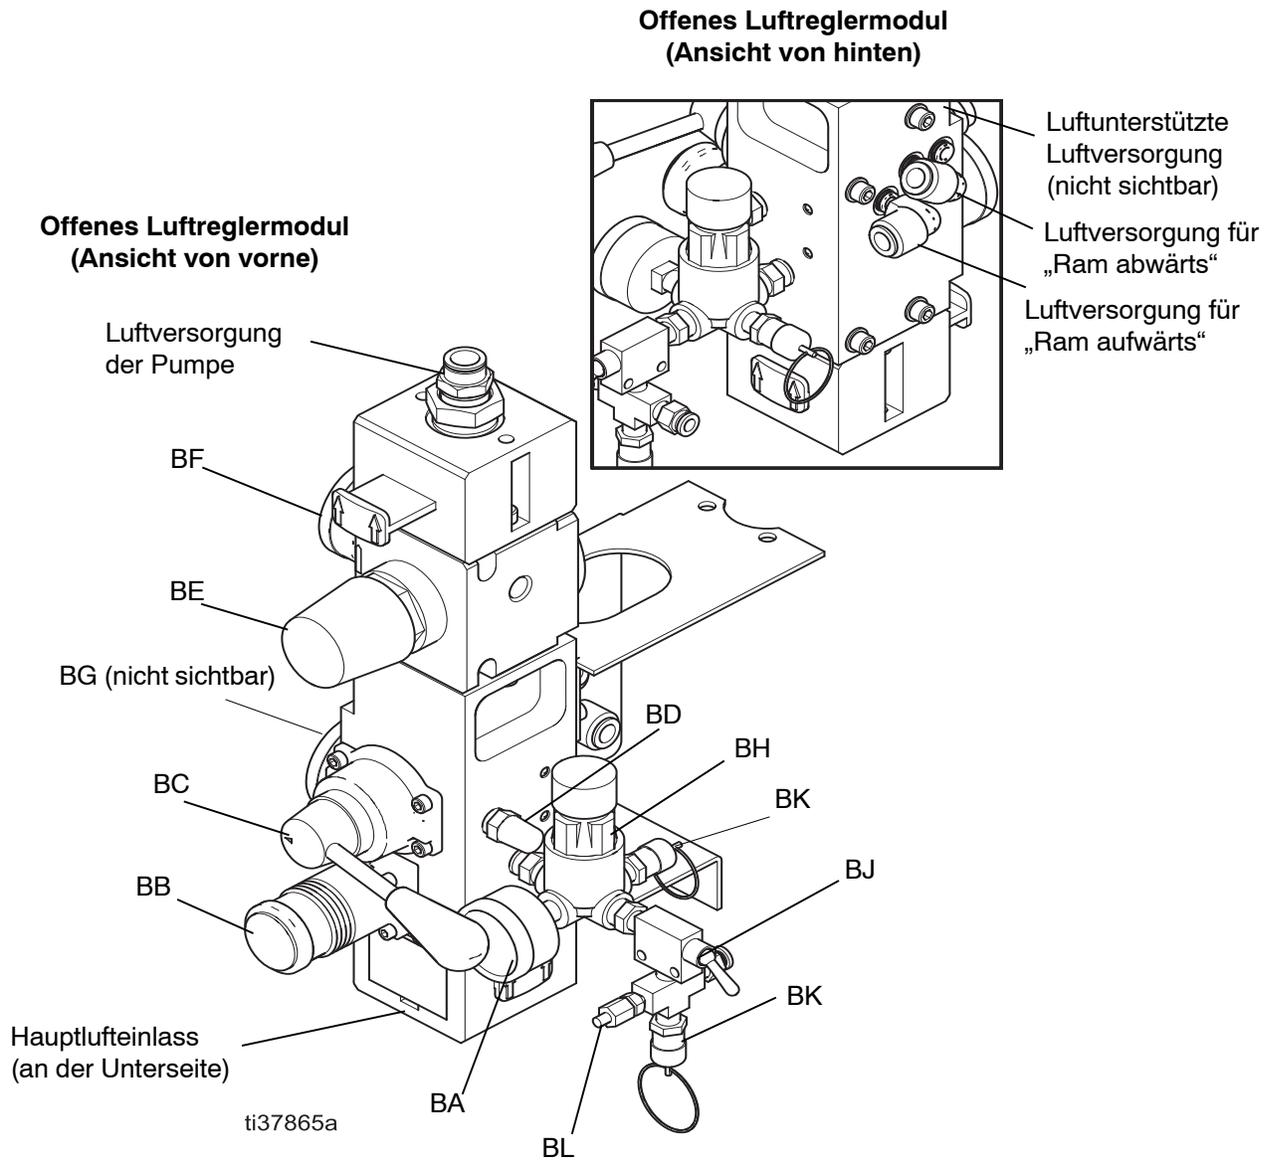

ABB. 2: Offenes Luftreglermodul (Ansicht von hinten)
- H Offener Luftregler (siehe ABB. 2)
Siehe ABB. 2. Lufteinlassgröße beträgt 3/4 NPT(f) am integrierten Luftregler. Zum integrierten Luftregler gehören:
- **Hauptluftventil (BA):** Zum Ein- und Ausschalten der Luftversorgung des Systems. Wenn das Ventil geschlossen ist, lässt es den Druck in Strömungsrichtung ab.
- **Ram-Luftregler (BB):** Steuert Ram-Überdruck und -Unterdruck.
- **Ram-Richtungsschalter/-ventil (BC):** Steuert die Ram-Richtung.
- **Abgasöffnung mit Schalldämpfer (BD)**
- **Luftmotorregler (BE):** regelt Luftdruck zum Motor.
- **Luftmotorschalter/-schieberventil (BF):** Zum Ein- und Ausschalten der Luftversorgung des Luftmotors. Wenn das Ventil geschlossen ist, wird die Luft freigesetzt, die zwischen dem Ventil und dem Druckluftmotor eingeschlossen ist.
- **Luftunterstütztes Ventil (BG):** Zum Ein- und Ausschalten der Luftversorgung, um die Ram-Platte aus einer leeren Trommel herauszudrücken. Verwendet die Luft in der Leitung.
- **Luftregler der aufblasbaren Dichtung (BH):** Steuert den Luftdruck der aufblasbaren Dichtung.
- **Schalter der aufblasbaren Dichtung (BJ):** Steuert das Luftaufpumpen und -ablassen der Ram-Plattendichtung.
- **Entlüftungsventil (BK):** Senkt automatisch zu hohen Druck.
- **Ablassventil der Dichtung (BL):** Lässt Luft aus der aufblasbaren Dichtung entsprechend den Anforderungen an die Verjüngung der Trommel ab. Für offene Luftreglermodule, siehe ABB. 2.
Siehe ABB. 2.